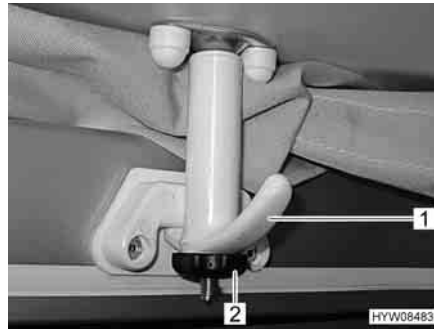

Fig. 43 Tenditore bloccato
- Serrare la vite a testa cilindrica zigrinata (Fig. 43,2) sui due tenditori anteriori (Fig. 43,1). Il tetto sollevabile risulta così bloccato e non può sollevarsi.